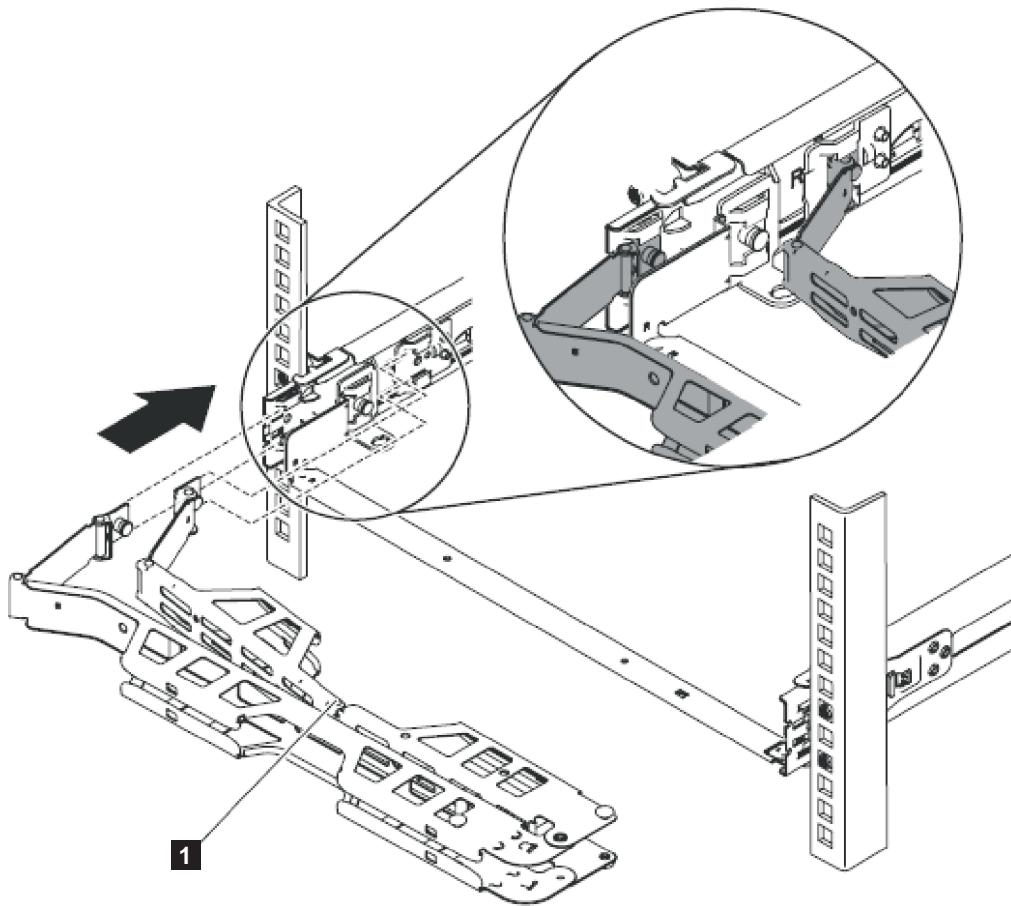

图 27. 安装电缆管理臂
2. 如第 29 页的图 27 所示，安装电缆管理臂。
注：如图 27 中的 **1** 所示，确保臂上的结点面向 SAN Volume Controller 2145-CG8。